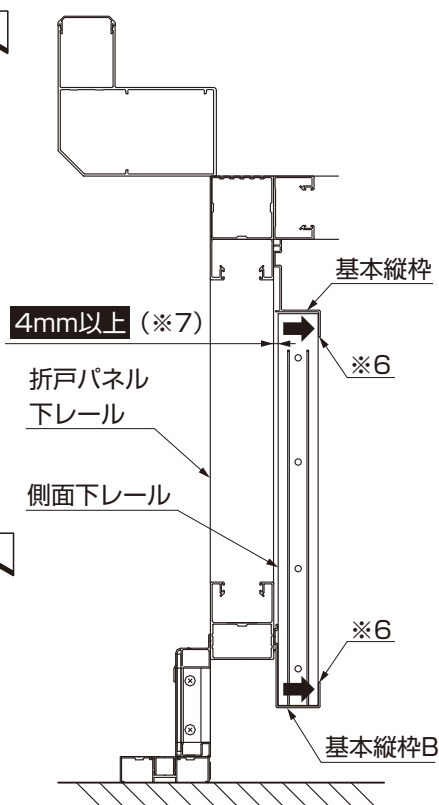

図1-21
- 下レールは基本縦枠のフィンに当てるようにして取付け位置を確認してください。(※6) その際に、折戸パネルの下レールと網戸の側面下レールの間に4mm以上のすき間を確認してください。(※7) (図1-21)